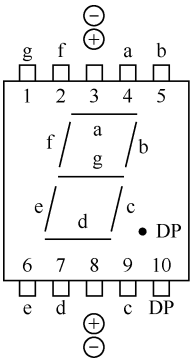

图 6-50 数码管的引脚排列及定义
2) 引脚排列及定义	<p>(1) 典型排列及定义：常用数码管的引脚排列及定义如图 6-50 所示。图中，引脚 3 和 8 是公共引脚，在内部是连接在一起的，是同一引脚的两根引线。在实用电路中，共阴极连接数码管的 3、8 引脚接地（即电源地）；共阳极数码管的 3、8 引脚接电源正极（一般为 5V）。</p>